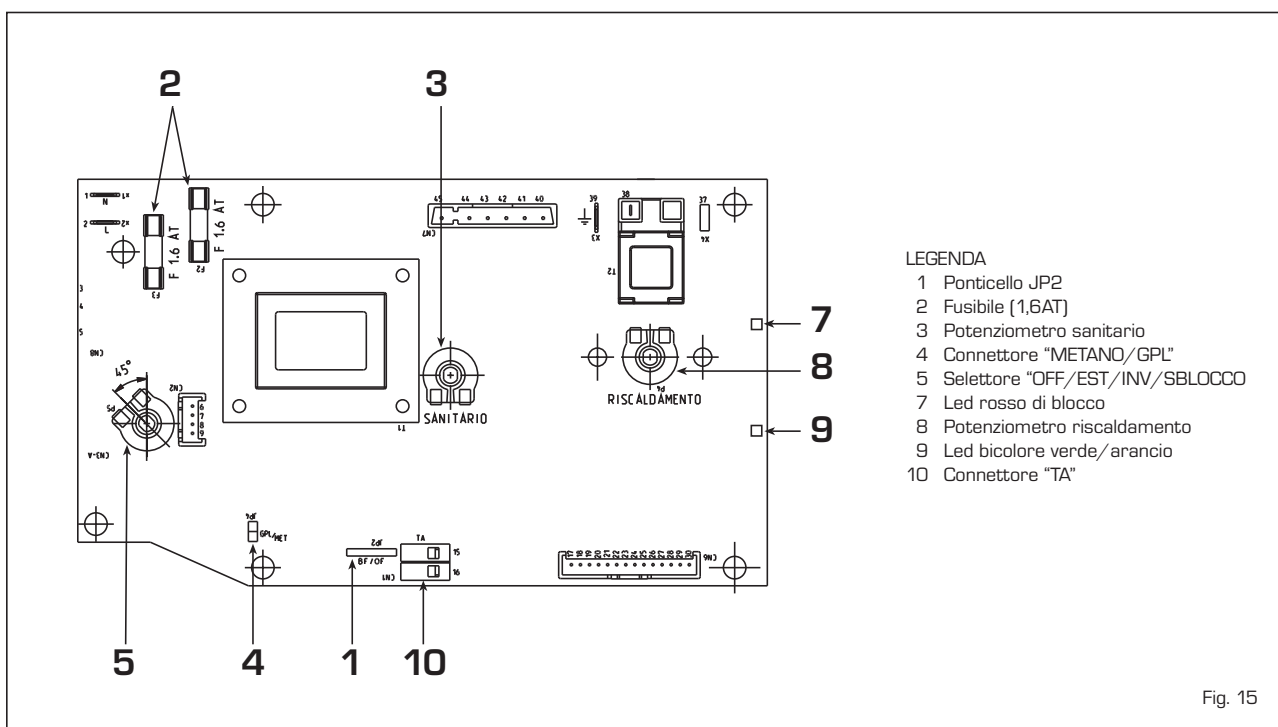

Fig. 15
La scheda elettronica è provvista dei seguenti dispositivi (fig. 15):
- Smontare il collettore bruciatori (3).
- Sostituire gli ugelli principali (6) e la rondella in rame (4) con quelli forniti nel kit; per eseguire questa operazione usare una chiave fissa da 7.
- Inserire il ponte del connettore "METANO/GPL" della scheda elettronica sulla posizione corrispondente al gas utilizzato (4 fig. 15).